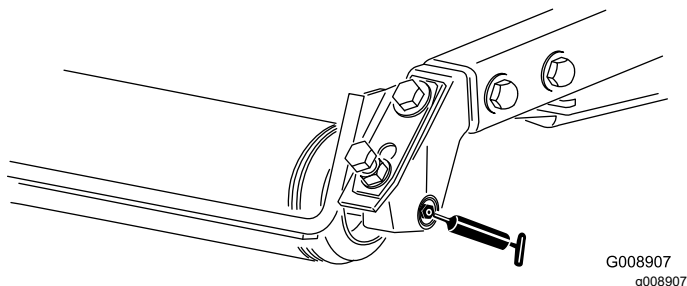

Figura 72
- Cuscinetti a rulli posteriori (2 per apparato di taglio) – Figura 72